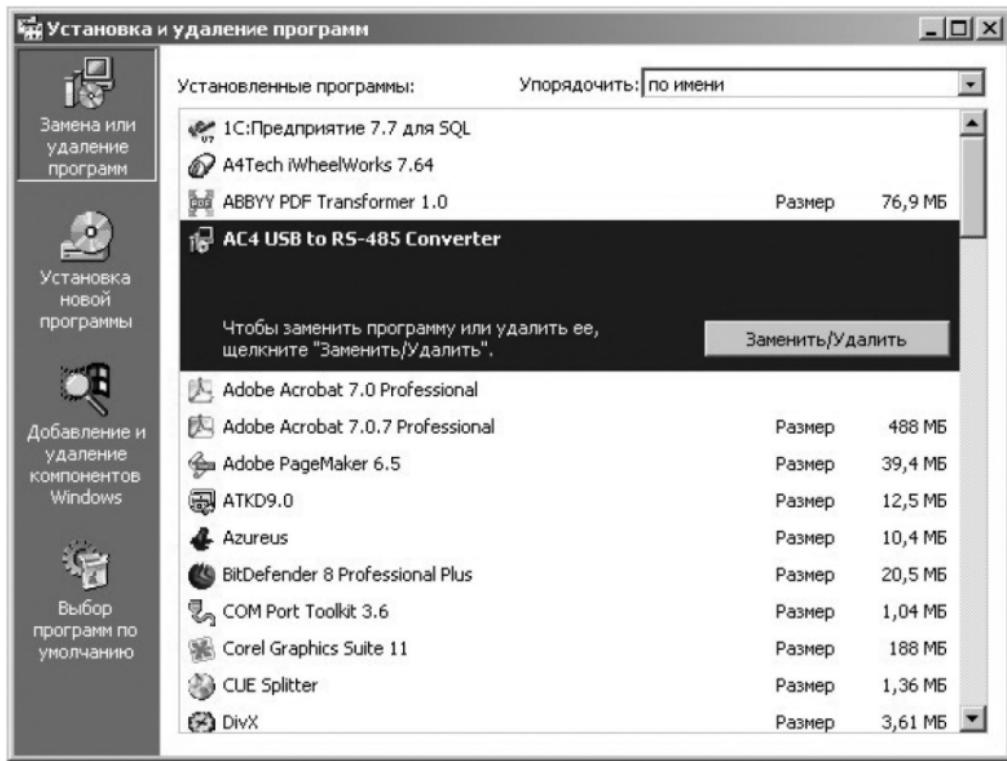

Рис. 7.5. Экранная форма установки и удаления программ
- в открывшейся экранной форме выбрать из списка программу «AC4 USB to RS-485 Converter» и нажать кнопку «Заменить/Удалить» (рисунок 7.5);